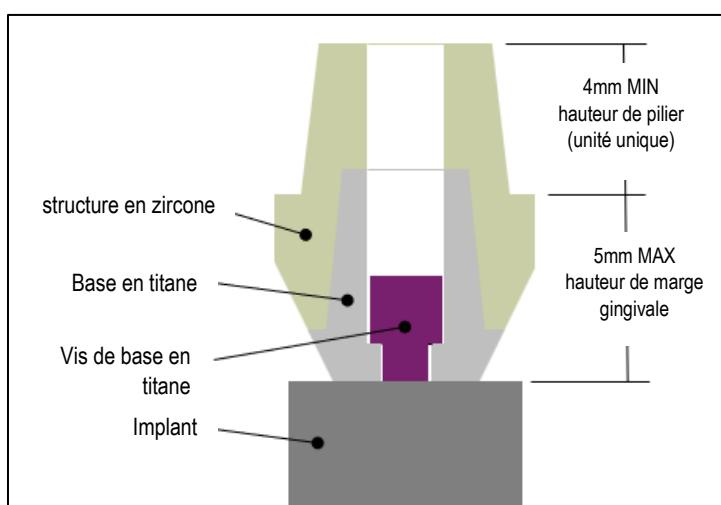

Figure 2 – Limites de conception des superstructures en zircone
- 5mm hauteur maximale de la marge gingivale (voir **Figure 2**).
- Les piliers d'une hauteur inférieure à 4,0 mm sont destinés aux restaurations multi-unités uniquement (voir **Figure 2**).